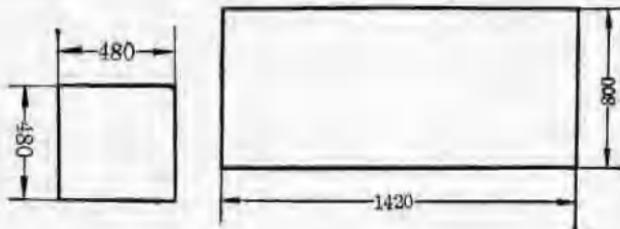

图 1
材料：轻而不透风的薄纸两张：一张的尺寸为 480×480 (毫米)²，另一张为 1420×800 (毫米)²(图1)；直径约3毫米长为 $1420 \sim 1450$ 毫米的细竹丝一根(也可由二、三段接成)；480毫米长的细铁丝(可从铁窗纱上抽下)
1. 把 1420×800 (毫米)²的纸(图1)以1420毫米长的一